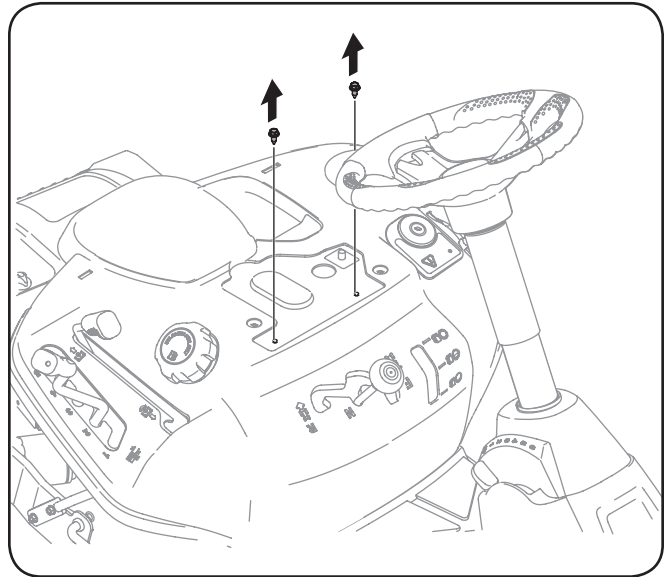

Figure 3-5
2. Retirez les deux boulons autotaraudeurs installés en usine sur le tracteur. Voir Figure 3-5.